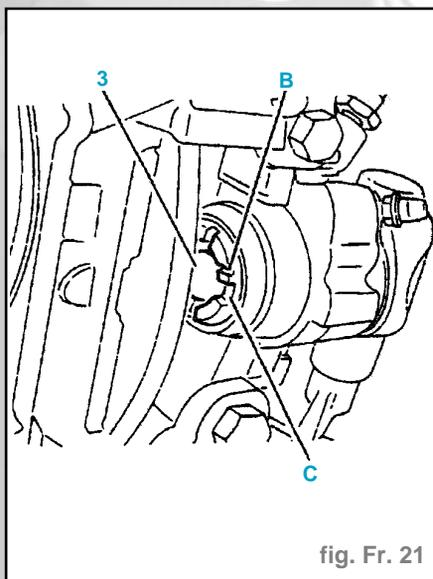

fig. Fr. 21
Impératif : Orienter le piston (3) de façon que le repère (B) soit placé horizontalement au-dessus de la rainure (C) du piston (fig. Fr. 21).
lement au-dessus de la rainure (C) du piston (fig. Fr. 21).